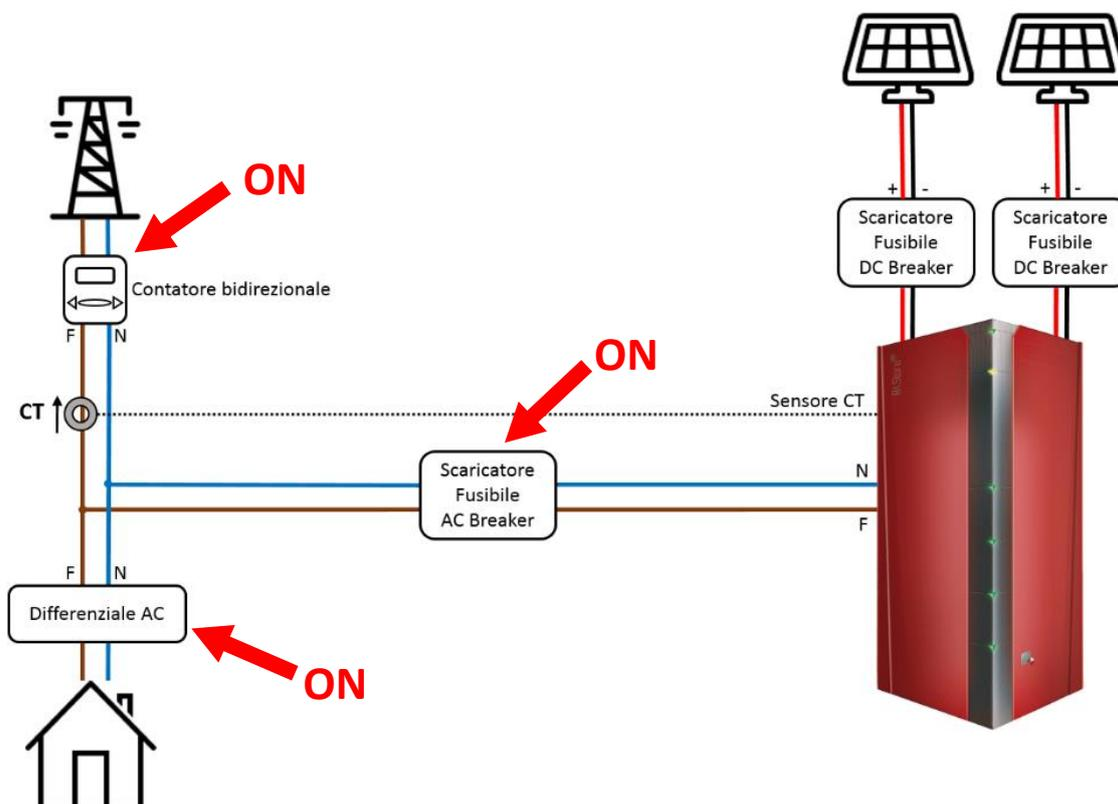

Figura 34 - Attivazione (ON) dei dispositivi di protezione e sezionamento sull'impianto elettrico
4. Mettere in posizione di ON tutti i dispositivi di protezione e sezionamento presenti sulla linea GRID (Figura 34).
5. Mettere in posizione di ON tutti i dispositivi di protezione e sezionamento relativi all'utenza (Figura 34).